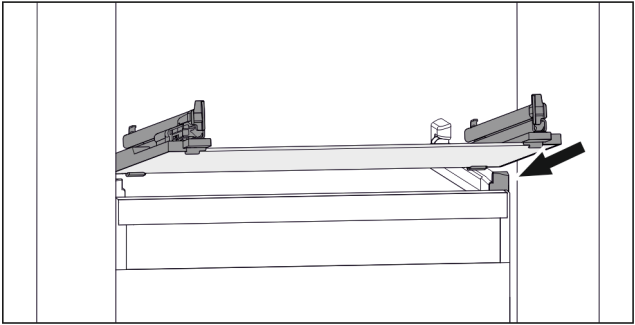

Fig. 43 玻璃隔板例图
- ▶ 将玻璃隔板斜放在止动器后面。(参见 Fig. 43)